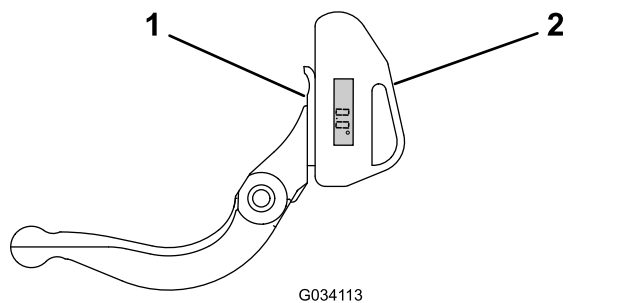

Рисунок 24
1. Установите индикатор угла на нижней стороне неподвижного ножа, как показано на Рисунок 24.